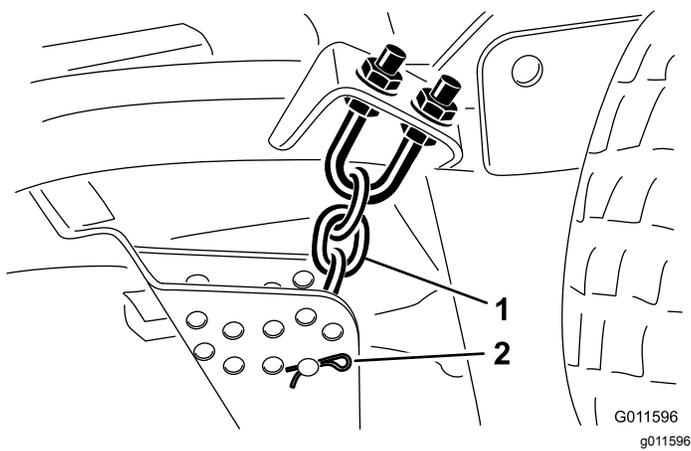

Рисунок 19
- Снимите игольчатый шплинт и шплинтуемый штифт, которые крепят цепи регулировки высоты скашивания к задней части режущего блока (Рисунок 19).